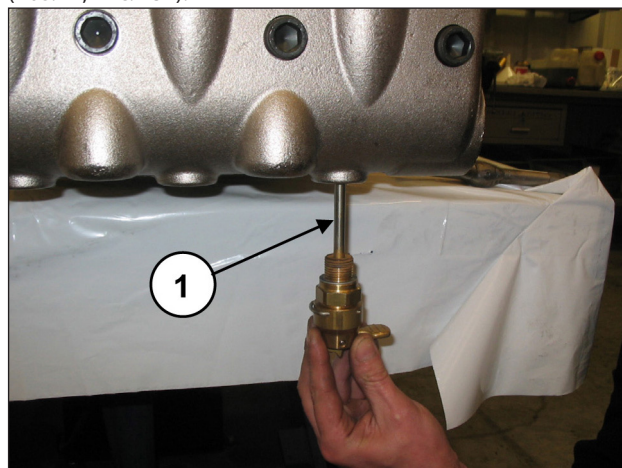
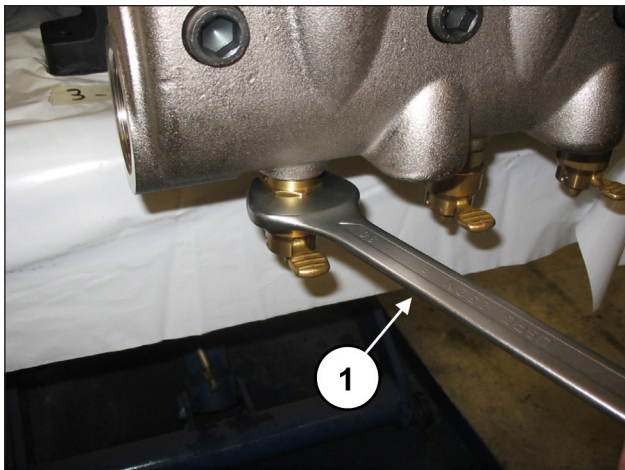

Рис. 130
Рис. 131
Установите устройства открывания клапанов (поз. ①, Рис. 130) и прикрутите их с помощью ключа на 30 мм (поз. ①, Рис. 131).